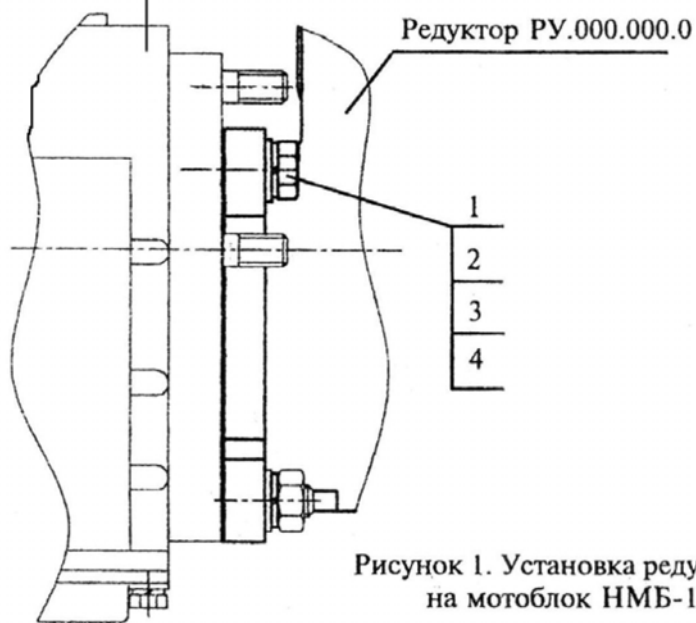
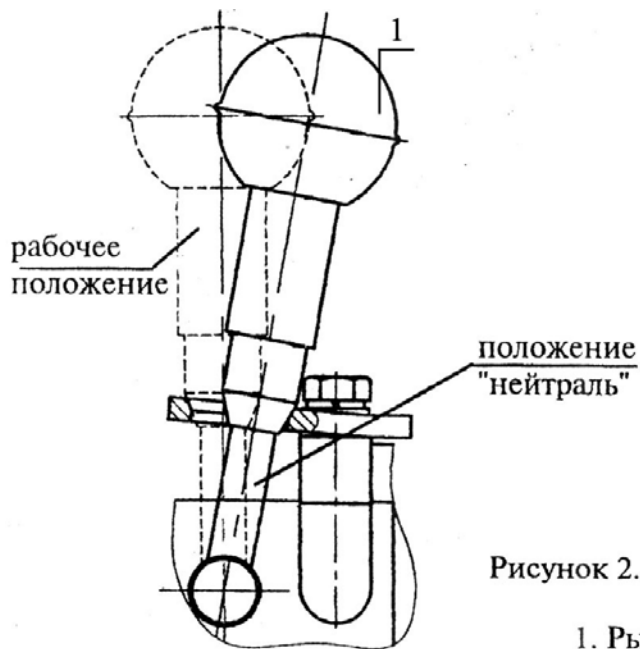
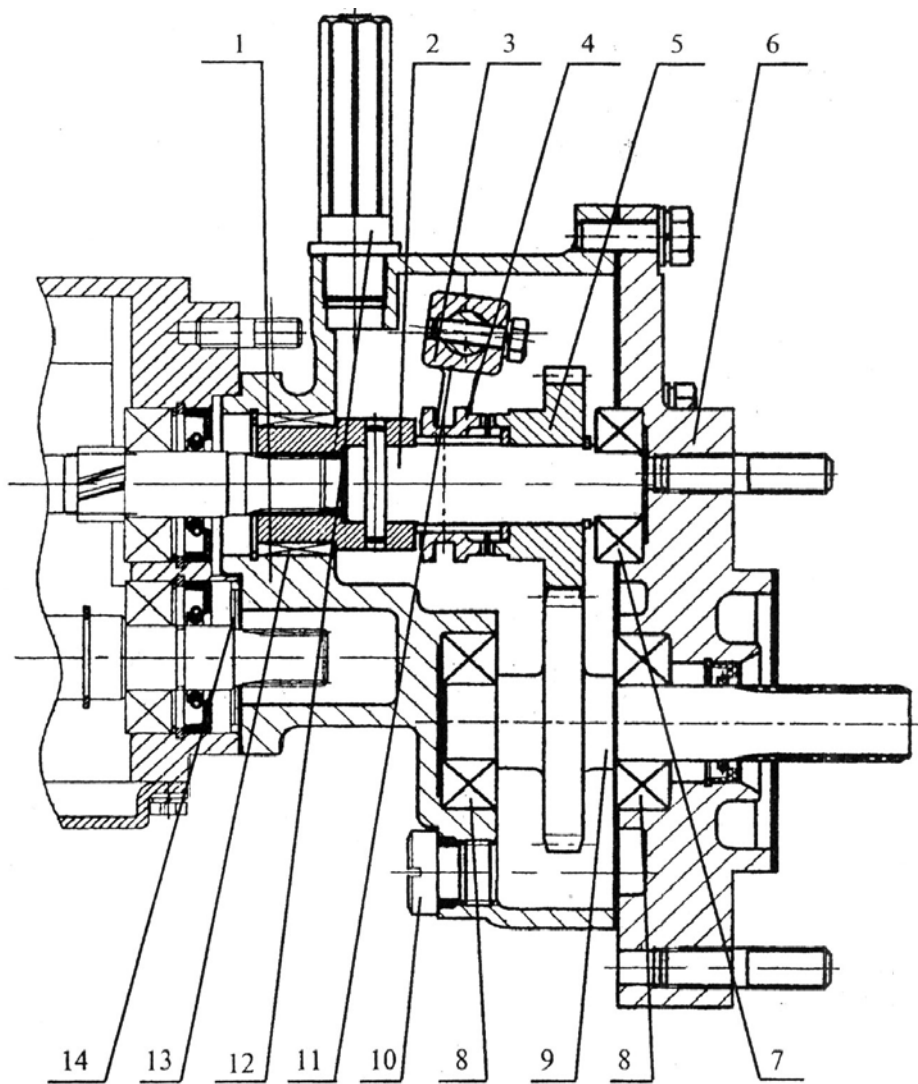

Рисунок 1. Установка редуктора на мотоблок НМБ-1
Рисунок 2. Механизм включения
Рисунок 3. Устройство редуктора
Для работы мотоблока НМБ-1 и его модификаций с навесными орудиями применяется редуктор универсальный с приводом от верхнего вала отбора мощности (РУ.000.000.0 – косилка «Заря-1», РУ.000.000.0-01 - снегоуборщик и т.д.), который монтируется на мотоблоке (рис.1). При перемещении рычага редуктора в рабочее положение, осуществляется передача крутящего момента от выходного вала мотоблока к рабочим органам навесных орудий (рис.2).
Устройство редуктора универсального и его модификации показаны на рис.3. Редуктор универсальный состоит из следующих основных частей: корпуса 1, крышки 6, механизма включения (Рис. 2), вала 2, шестерни ведущей 5, вала-шестерни ведомой 9.
5.2 Установите редуктор универсальный на мотоблок, как показано на рис.1. Рычаг редуктора должен находиться в положении “нейтраль”, как показано на рис. 2. Навесные орудия закрепите согласно их Руководству по эксплуатации.
5.3 Залейте масло трансмиссионное применяемое на НМБ-1 (ТСп-10 ГОСТ23652-79 или любое другое трансмиссионное масло, соответствующее SAE: 80...85W API: GL3...GL4) через заливное отверстие. Для этого открутите сапун 12 (рис.3).